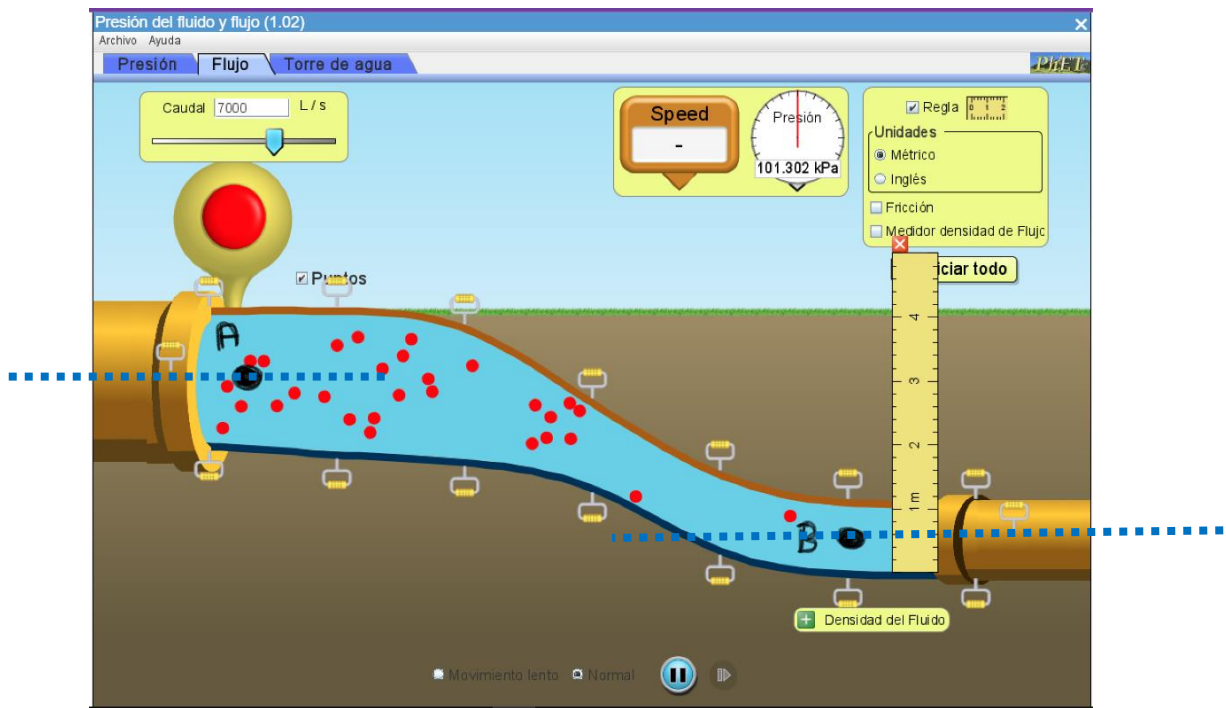

Ilustración 3: Configuración de la simulación con el diámetro de la tubería reducida y variación en la altura
8. Con la configuración de la tubería mostrada en la Ilustración 3, realiza la medición de todos los parámetros necesarios para verificar la Ecuación de Bernoulli para 2 puntos: al inicio A y al final B sobre los ejes centrales de la sección visible del tubo.